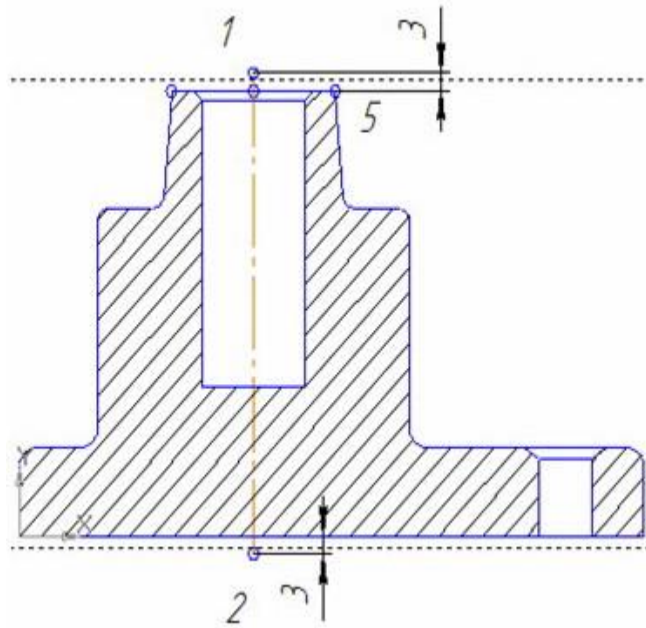

Рис. 53. Установка выхода осевой линии за пределы контура детали
6. Проставить вертикальные размеры, определяющие выход осевой линии за пределы контура детали (рис. 53).